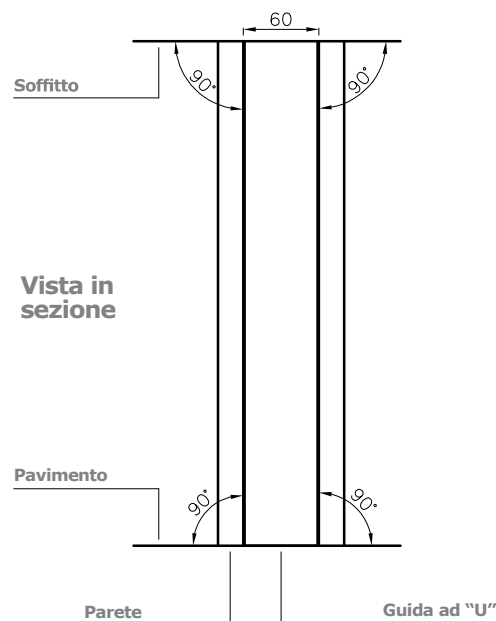

Fig. 1
- Appoggiare alla parete il profilo "guida ad U" cercando di tenere una perfetta perpendicolare con il pavimento (fig. 1 - vista in sezione della parete finita). Si consiglia di fissarlo provvisoriamente in alto e in basso, a circa 60 cm dalle estremità